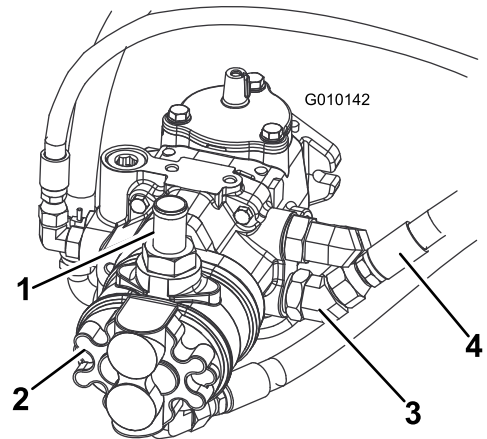
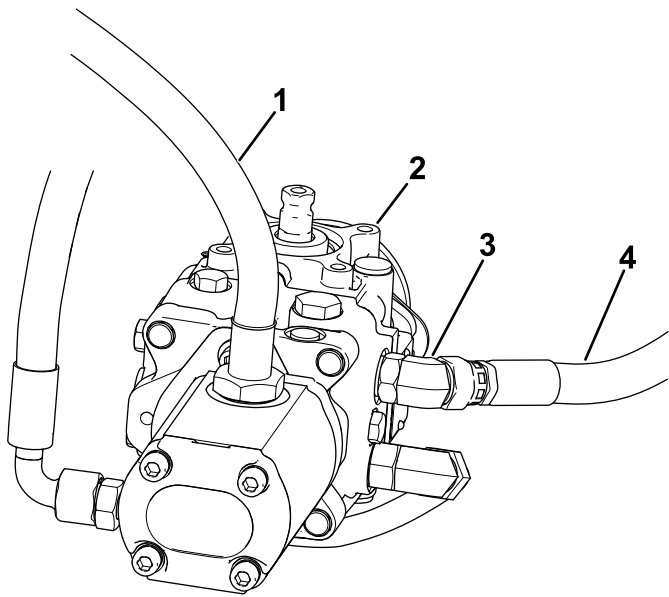
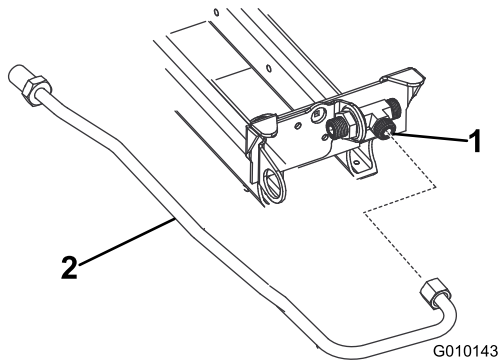

Figure 4
Figure 5
Figure 6
2. Vidangez complètement le réservoir de liquide hydraulique en débranchant le flexible supérieur de la pompe à engrenages (Figure 4). Rebranchez le flexible après la mise en place de la conduite hydraulique rigide.
Retirez et mettez au rebut le flexible qui est branché au raccord à 45° sur l'orifice inférieur de la pompe (Figure 4) et au raccord en T sous la base du siège (Figure 6).
Retirez et mettez au rebut le flexible qui est branché au raccord à 45° sur l'orifice supérieur de la pompe (Figure 5) et au raccord en T sous la base du siège (Figure 6).
7. Branchez la conduite rigide hydraulique au raccord en T sous la base du siège. Positionnez la conduite comme montré à la Figure 6.